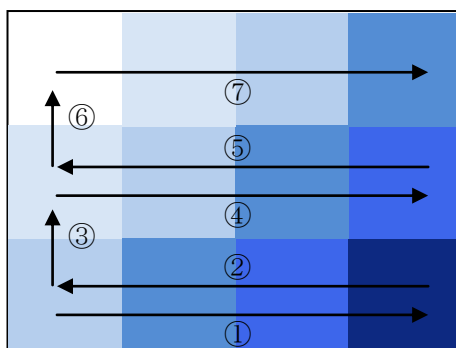

図13 2 Axis Scan の動作
本スキャンは図13のように①から⑦のように行います。なお、色が明るいところほどビーム強度が強いことを示しています。